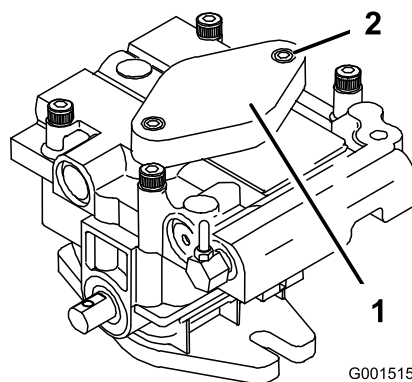

Figura 56
7. Para cebar la bomba de carga, afloje los dos tornillos de caperuza de cabeza hexagonal (Figura 56) únicamente 1-1/2 vuelta. Asegúrese de que el motor